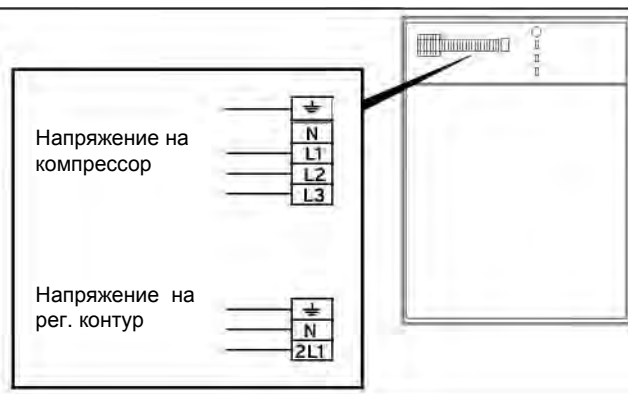

Рис. 7.1 Подключение теплового насоса к эл. сети
- Соедините питающие провода с соединительными клеммами (см. рис.7.1).